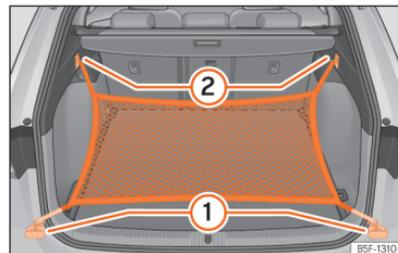

Abb. 191 Im Gepäckraum: Ösen (1) und Haken (2) zum Einhängen des Gepäckraumnetzes.
- Hängen Sie die kurzen Haken des Netzes in die Verzurrösen ein »» (Abb. 191) ① »» ⚠. Der Reißverschluss des Gepäckraumnetzes muss dabei nach oben zeigen.
- Befestigen Sie die Spanngurte in den Taschenhaken ②.